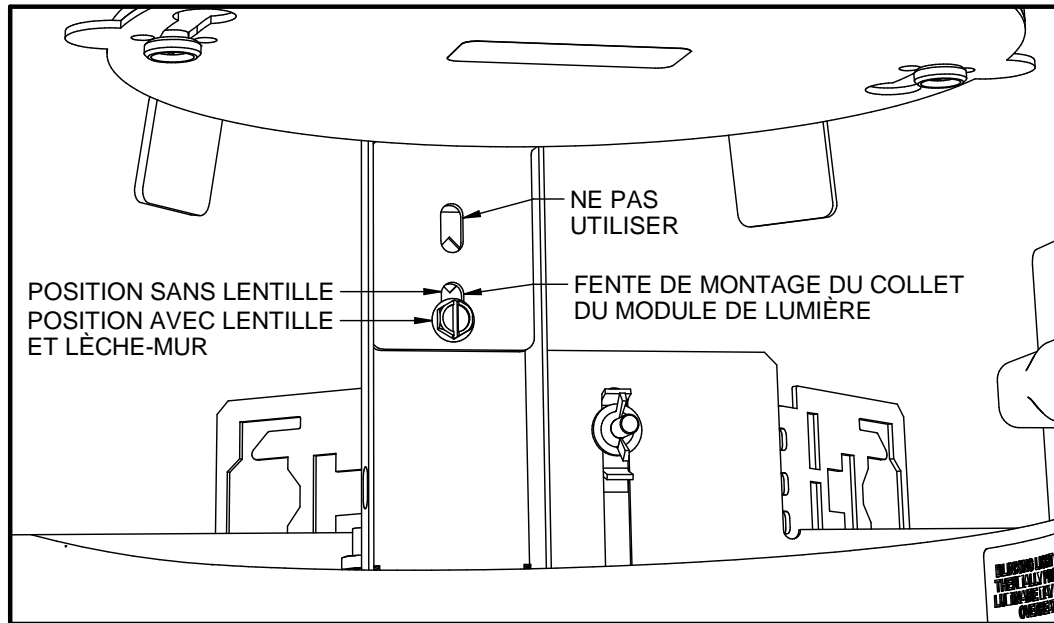

FIG. 6
- Une fois le module de lumière installé à la bonne hauteur, réinstallez les vis de montage dans les fentes inférieures du support du collet du module. Réglez la position du module de lumière comme illustré dans la **FIG. 6** ci-dessous en version pour réflecteur avec lentille ou en version ouverte (sans lentille) en utilisant la fente de réglage vertical du support du collet du module de lumière.